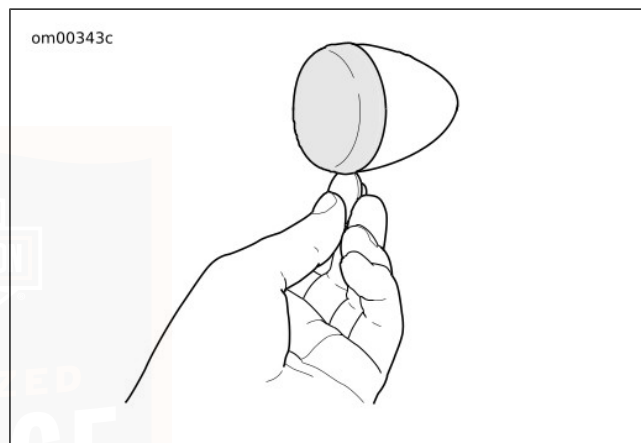

Figure 78. Retirer le diffuseur
1. Voir Figure 78. Insérer une pièce dans l'encoche. Tourner lentement la pièce jusqu'à ce que le capuchon du diffuseur sorte du boîtier d'ampoule.